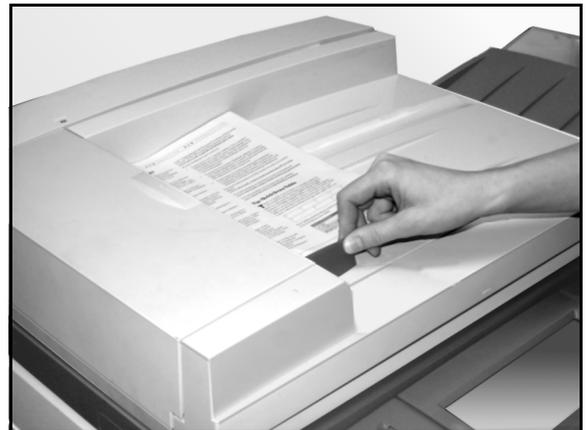

Figure 4 : Réglage du guide document
- 3 Décalez le guide document jusqu'à ce qu'il touche légèrement la pile (voir la figure 4). S'il ne maintient pas suffisamment la pile, les feuilles peuvent être insérées de travers dans le circuit et y rester bloquées. Assurez-vous toutefois à ce qu'il ne serre pas trop la pile afin de ne pas abîmer les feuilles ni empêcher leur insertion dans le circuit.